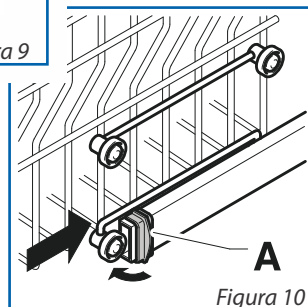

Figura 10
- Vuelva el cierre "A" a la posición original (Figura 10).